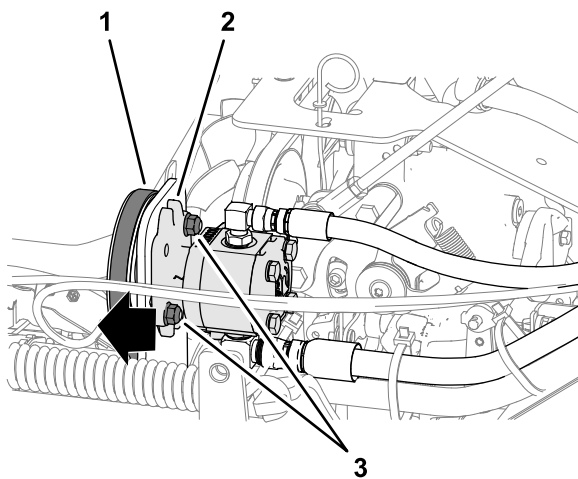

Bild 51
3. Lösen Sie die beiden Sicherungsbundmuttern (3/8"), mit denen die Hilfspumpe an der Montagehalterung befestigt ist (Bild 51).
- Schieben Sie die Pumpe in den Schlitten nach außen (Bild 51) und drehen Sie die Sicherungsbundmuttern bis auf ein Drehmoment von 37 bis 45 Nm an.